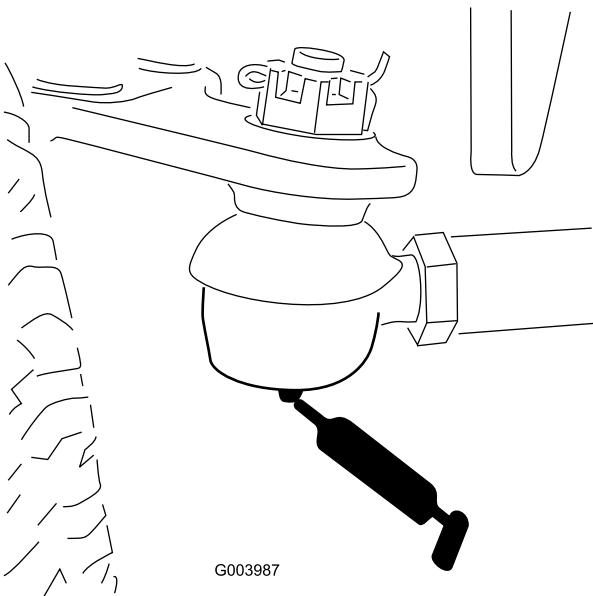

Figura 55
- Tirante del ponte posteriore (2) (Figura 55)